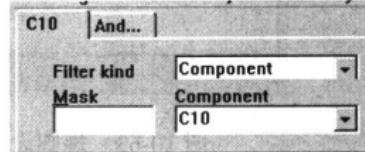

图 10-69 规则范围设置为指定的元件
- Component: 指定元件。选择此项后，规则适用范围为指定的元件，可在 Component 下拉列表中选择元件名称，如图 10-69 所示。